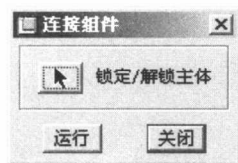

图 1-6 “连接组件”对话框
① **连接 (Connect)** 锁定或解锁任意主体，并进行组件分析。单击该选项，系统将弹出如图 1-6 所示的“连接组件 (Connect Assembly)”对话框。添加或改变伺服电动机，或改变连接定义后，应检查机构是否可以正确装配。根据需要，锁定或解锁任何主体或连接，然后单击 **运行**。如果所有的连接均有效，该机构就会重新定位，成为完全装配的状态。